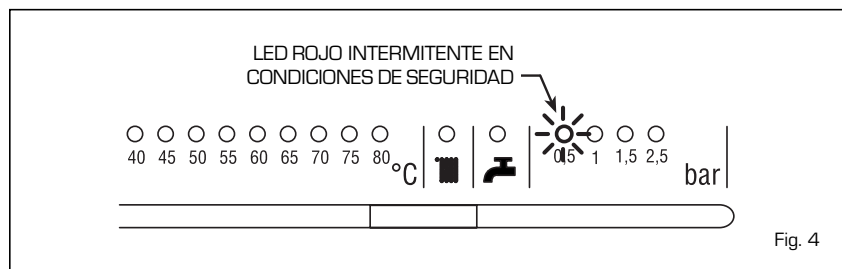

Fig. 4
- Insuficiencia de la presión agua (fig.4).